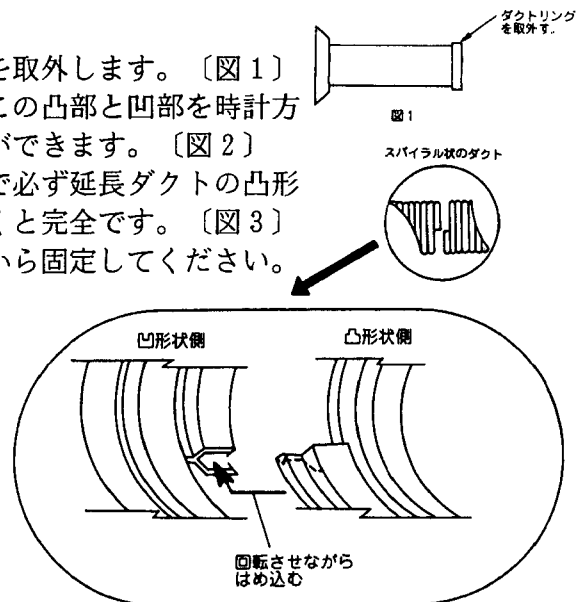

図2
- ②配線出口は後配管穴と配管カバーの電線穴(ロックアウト)の2ヶ所がありますので現地据付に合わせいずれかを使用してください。(図2)
(図2)
(2) ダクトは一端が凸形状、他端が凹形状になっており、この凸部と凹部を時計方向に回転させながらはめ込むことにより接続することができます。〔図2〕